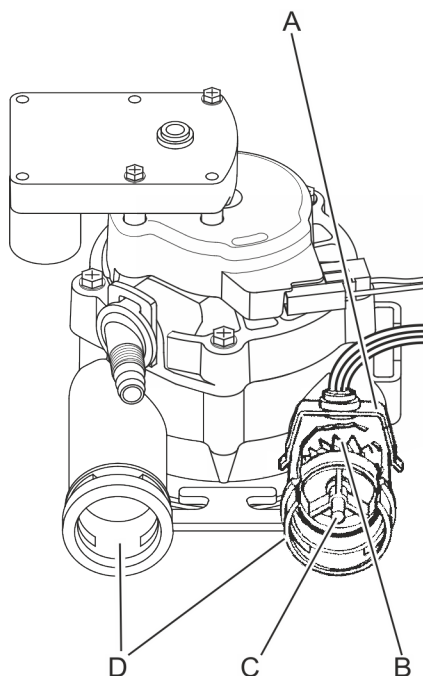

Abb. 44: Turbinenzähler
3. → Wenn sich der angezeigte Wasserdurchfluss bei geöffnetem Wasserhahn nicht verändert: Sensorgehäuse (A) von der Turbine (B) abziehen.
5. → Bei intaktem Sensor Anschlussadapter inkl. Panzerschlauch (Abb. 44) von den Ventilauslässen (D) abziehen.
6. → Turbine (B) sowie Turbinenträger/-welle (C) auf Unversehrtheit und freien Lauf kontrollieren (ggf. Bauteile ersetzen).